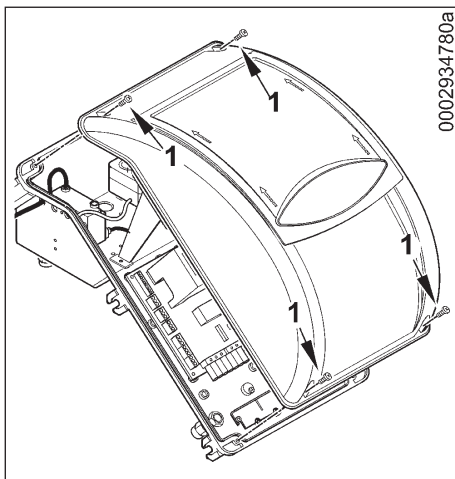

图 1
- 1) 松开4个螺丝(1)如图1，取下盖板，不用拿掉透明罩，就能接触燃烧器的控制箱。